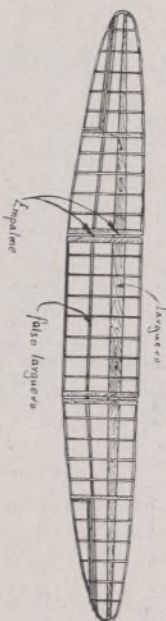

Fig. 14
15. ALAS MONOLARGUEROS.—En un ala de forma rectangular o trapezoidal resulta casi siempre más cómodo y ligero el empleo de dos largueros, pero cuando constan de parte rectangular combinada con parte elíptica o trapezoidal (fig. 14), es más práctico el empleo de un solo larguero que resista a la vez los momentos de flexión y torsión que origina sobre el